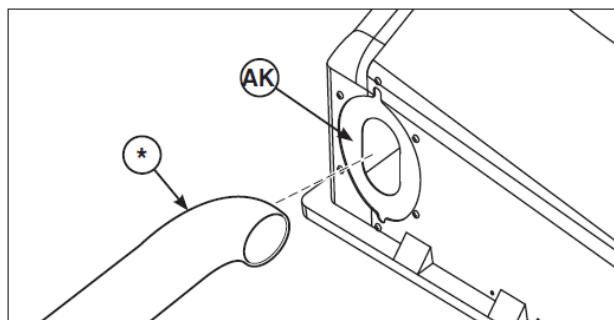

図 31
1. チューブ Assy (図 31 の*) の排出側の端を